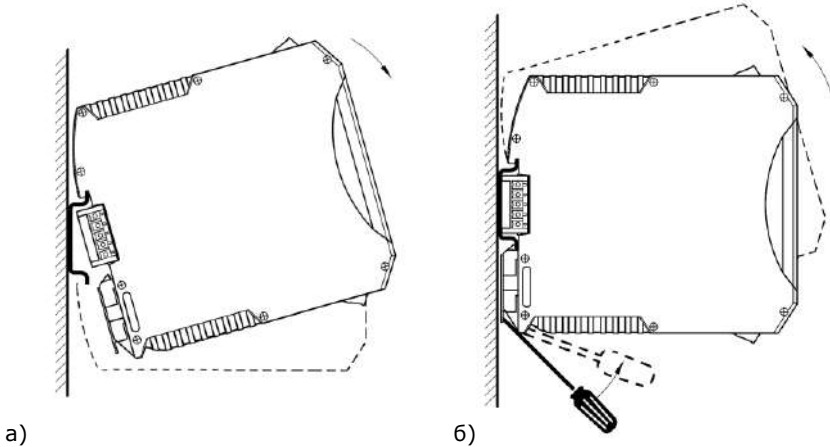

Рис. 8.1. Монтаж Преобразователя на DIN-рейку (а) и демонтаж с DIN-рейки (б)
8.1. Преобразователь должен устанавливаться в помещении вне взрывоопасных зон и монтироваться вертикально на DIN-рейке в шкафу (рис. 8.1).